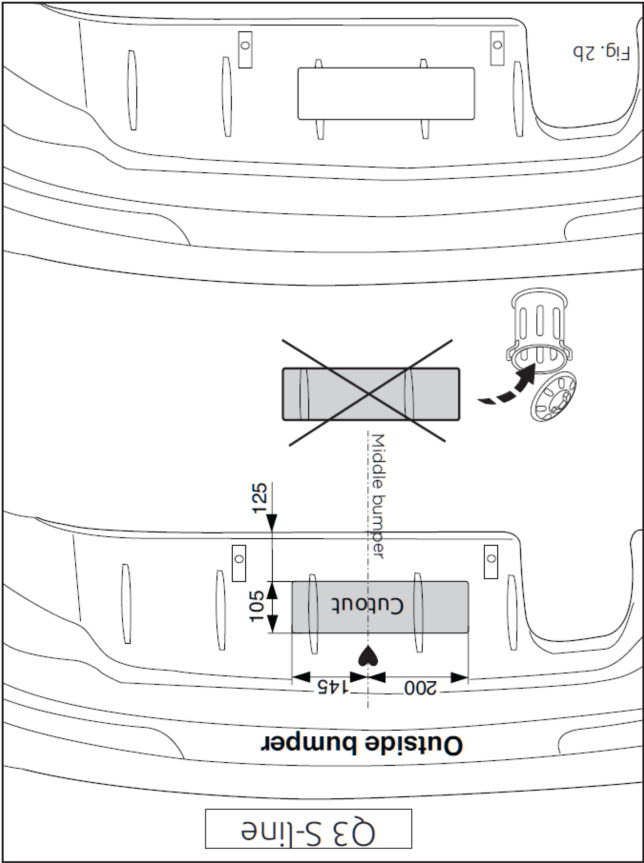

Fig. 10
7. Gemäß Abb. 10,11,12,13 & 14 das angegebene Teil heraus schneiden.